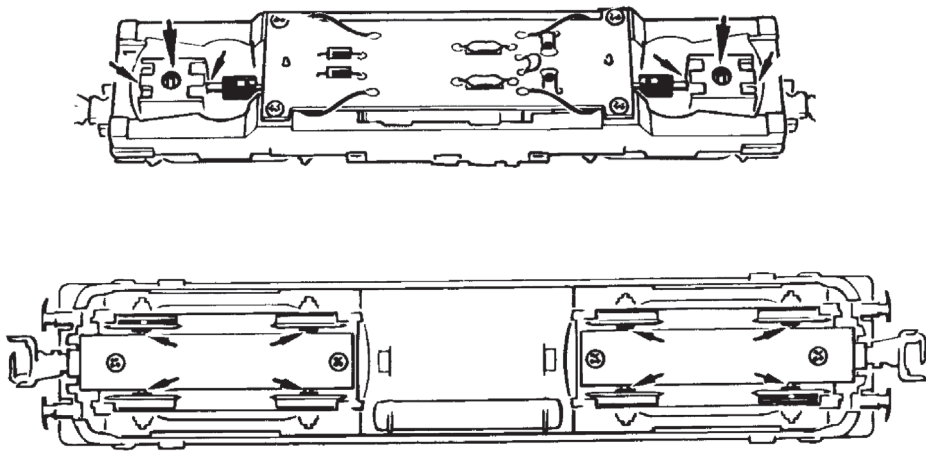

Fig. 8
4. Kohlebürstenwechsel: Lokgehäuse abnehmen (Fig. 3). Danach wird der Motor ausgebaut und die Kohlebürsten ausgewechselt (Fig. 8).
4. Carbon Brush Changing: First remove loco body (fig. 3), and then the motor (fig. 8).
4. Remplacement des balais du moteur: Démontez la caisse (voir fig. 3). Démontez ensuite le moteur et échangez le balais (fig. 8).